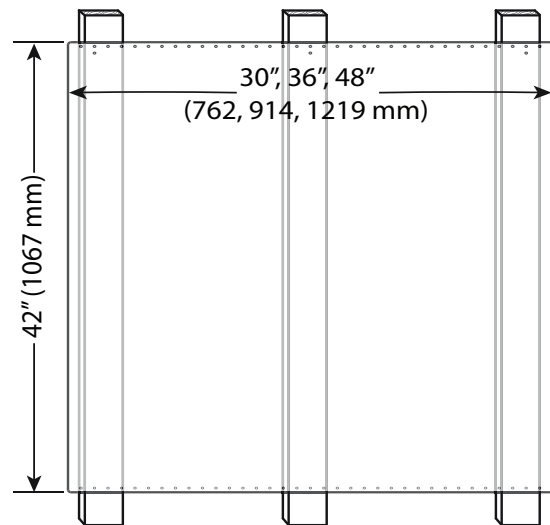

Figura 14: Instalación de la consola trasera
3. Utilice dos de los tornillos proporcionados para fijar las partes inferior y superior de la consola trasera de protección a cada travesaño de pared (*Figura 14*).